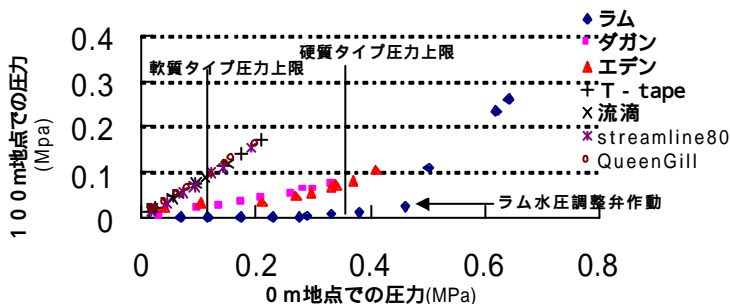

図4 点滴チューブの0mと100m地点の圧力差(平成13年)
- 100mのかん水距離における給水側0m地点と末端側100m地点の圧力差は、軟質タイプでは極めて小さく、硬質タイプでは大きい。特にラムでは、100m地点の水圧調整弁が作動する圧力を得るためには、0m地点の圧力を適正使用圧力よりも高くする必要がある(図4)。